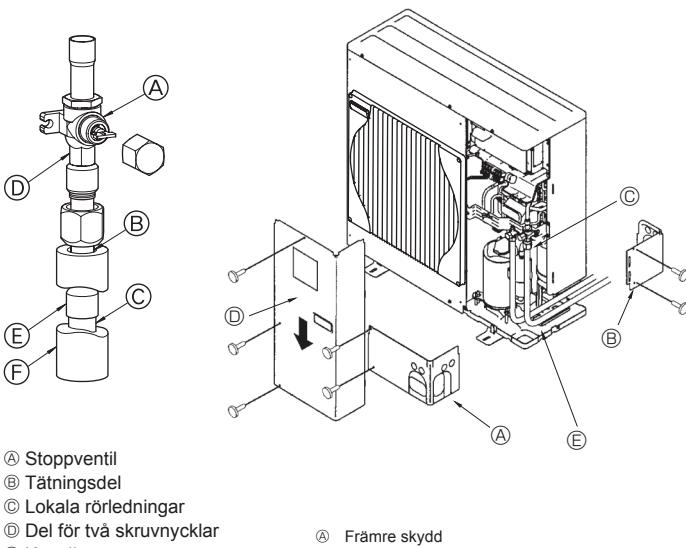

Fig. 4-3
③ Följ proceduren nedan när rör ansluts på gassidan. (Fig. 4-3)(SW160/200)
- 1 Hårdlöt kopplingsrör ④ på utomhusenheten med lokalt inhandlade material för hårdlödning och de lokala rören ⑤ utan syre.
- 2 Anslut kopplingsrör ④ till stoppventilen på gassidan.